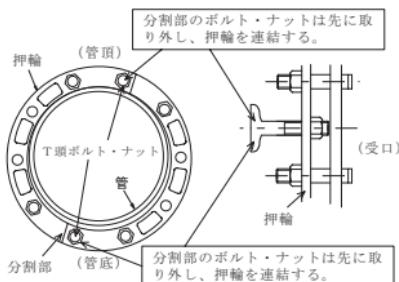

図 56 押輪の取り外し方法（呼び径 700～1000）
- ② 呼び径 700～1000 は、ボルト・ナットを取り外す前に押輪分割部直近のボルト・ナット（管頂部、管底部）を取り外して、図 56 に示すようにボルト・ナットで押輪分割部を連結し直す。その後、残りのボルト・ナットを取り外す。